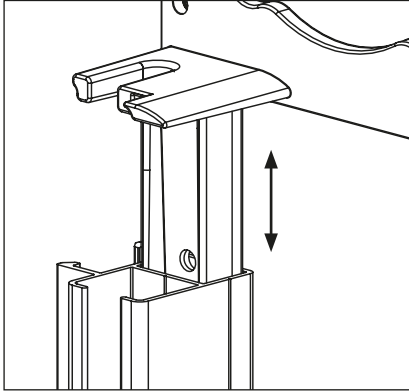

Abb. 19: Pinmontage
Der Screenkasten wird auf den Führungsschienen montiert. (Abb. 19)
- Der Screenkasten wird auf die Führungsschienen aufgesteckt. Die Führungsschienen gleiten über einen Pin der Konsolen (Siehe abb. 19).